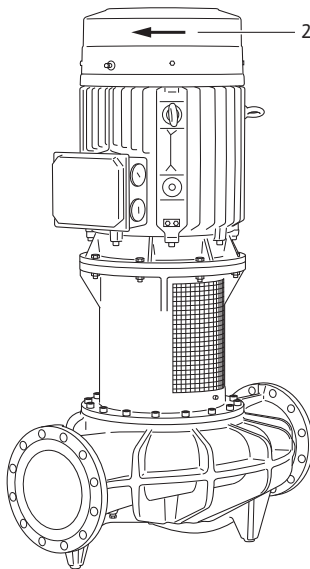

Fig. 47: Patikrinti sukimosi kryptį
- Trumpam įjungus patikrinti, ar sukimosi kryptis sutampa su rodykle ant ventiliatoriaus gaubto (žr. Fig. 47, poz. 2) . Jei sukimosi kryptis klaidinga, atlikti šiuos veiksmus: